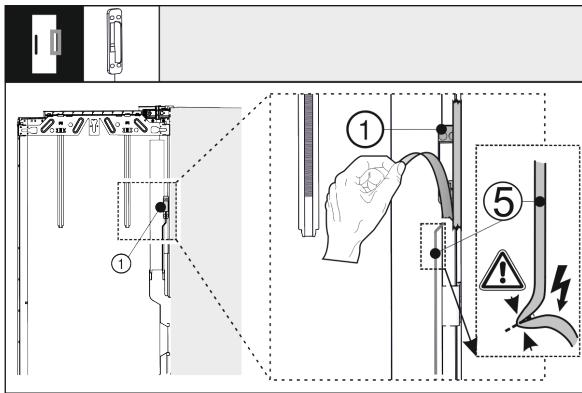

Fig. 40
- 松开外门上的敲门传感器 Fig. 40 (1)。不要损坏连接电缆 Fig. 40 (5)。